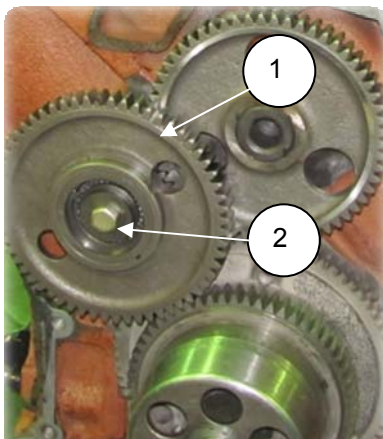

Рис. 2.57
1. Снять шестерню ведущую (1) (840.1029114-01) привода распределительного вала в сборе, отвернув болт М12 (2) (S=19) (рис. 2.57).